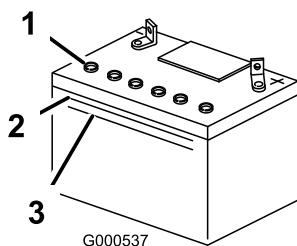

Figure 35
1. Observez le côté de la batterie. Le niveau d'électrolyte doit atteindre le trait supérieur (Figure 35).
Le niveau d'électrolyte ne doit pas descendre au-dessous du trait inférieur (Figure 35).
3. Enlevez les bouchons d'aération de la batterie (Figure 35).
4. Versez de l'eau distillée avec précaution dans chaque élément jusqu'au trait supérieur (Figure 35) sur le côté de la batterie.
6. Au besoin, ajoutez de l'eau distillée pour amener le niveau jusqu'au trait supérieur sur le côté de la batterie (Figure 35).